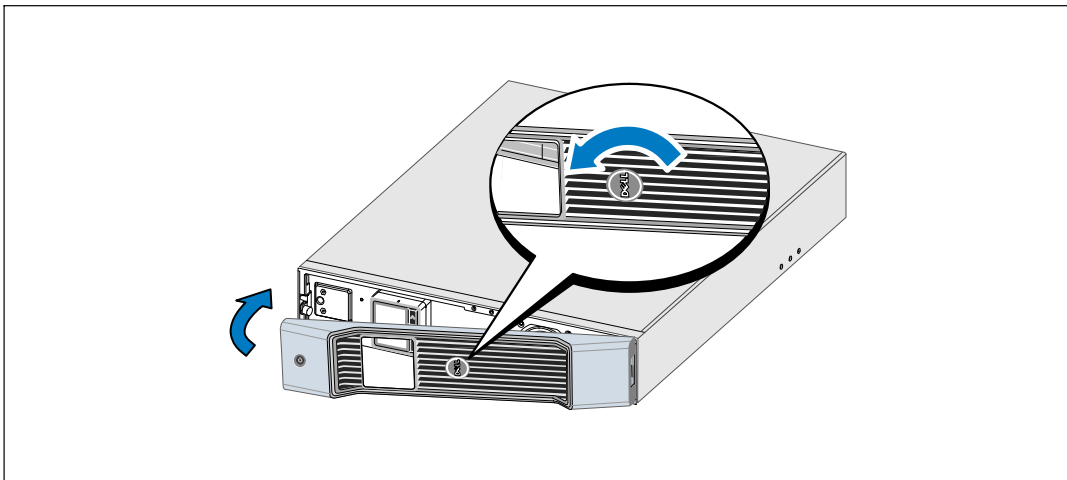

Figure 23. Installation du couvercle avant de l'onduleur
- 6 Tournez le logo Dell de 90° dans le sens inverse des aiguilles d'une montre et installez le couvercle avant de l'onduleur (voir Figure 23).